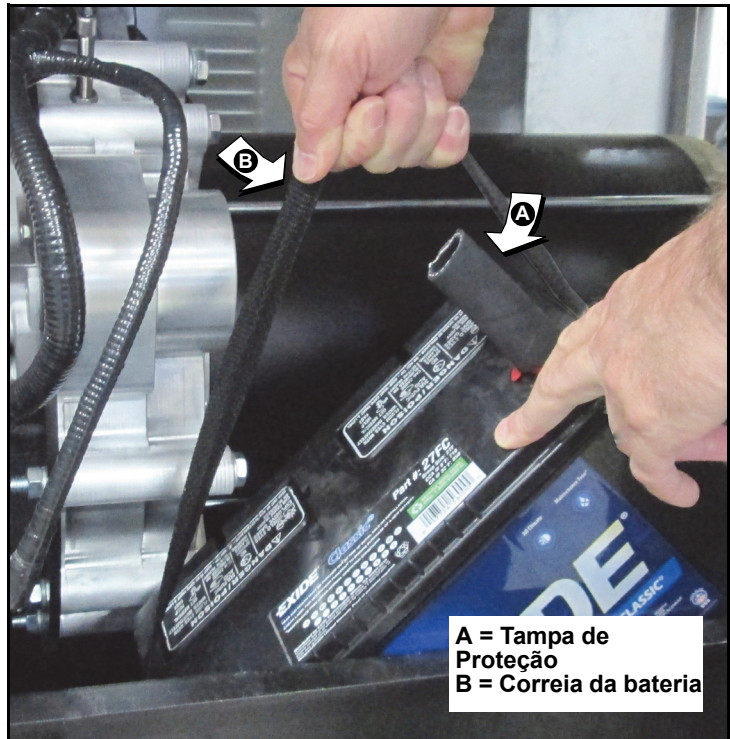

Figura 5-12. Instale a bateria (modelos de 2,3 l)
1. Instale a tampa protetora de borracha sobre o terminal positivo (+) da bateria. Ver A na Figura 5-12.
3. Quando a bateria se inclinar para o lado, insira-a na abertura. Ver B na Figura 5-12.